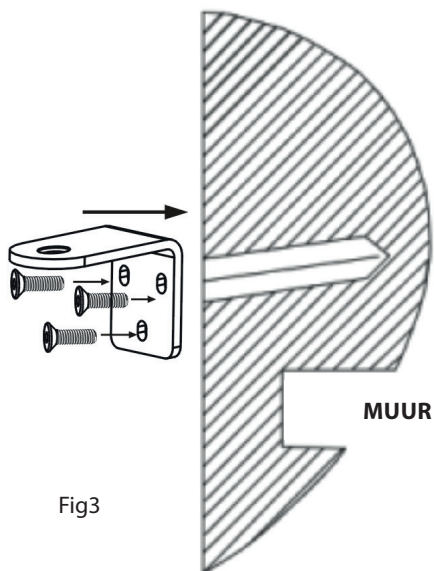

Fig3
2. Plaats 4 pluggen in de gaten en bevestig vervolgens de buitenste beugel aan de muur met behulp van de ST4x40-schroeven. Zie Fig. 3.
3. Markeer de muur volgens de afmetingen weergegeven in Figuur 2. Gebruik een boor van 10 mm om 3 gaten aan de bovenkant en 3 gaten aan de onderkant te boren, met een diepte van 45 mm. Plaats kunststof pluggen van 8x40 mm in de gaten en bevestig vervolgens de beugel met een schroevendraaier aan de muur. Zie Fig. 3.